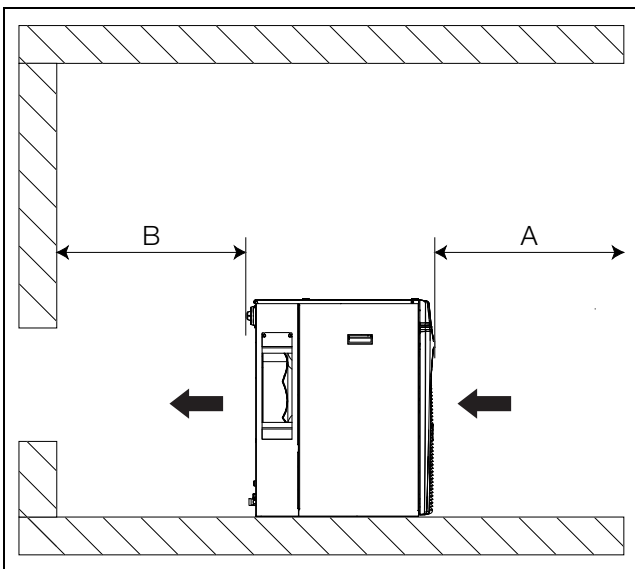
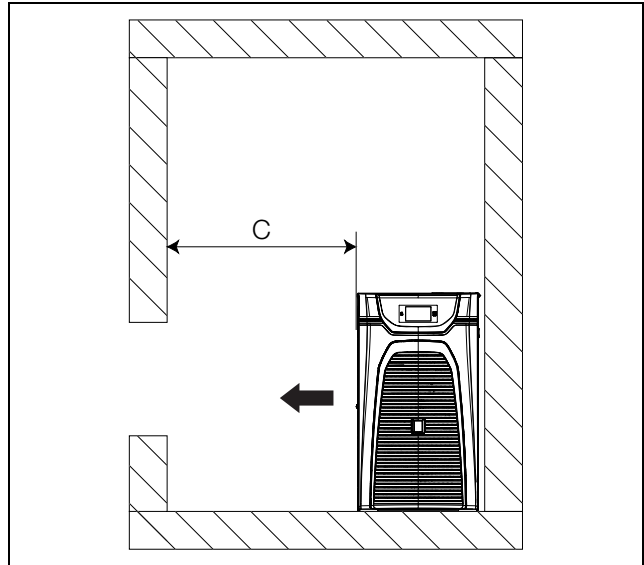

Fig. 30 : distances minimales à l'avant / à l'arrière
Fig. 31 : distances minimales sur le côté
- Afin que l'air chaud sortant puisse s'évacuer librement, au moins **l'une** des ouvertures (côté gauche ou droit) doit être accessible (voir fig. 31). Afin de raccorder les conduites d'alimentation et de faciliter les opérations d'entretien et de réparation, les distances minimales indiquées sur la fig. 30 doivent en outre être respectées.
- Ces distances minimales sur la fig. 30 doivent également être respectées pour éviter un « court-circuit d'air » (mélange de l'air sortant avec l'air entrant) et ainsi garantir la pleine puissance frigorifique.